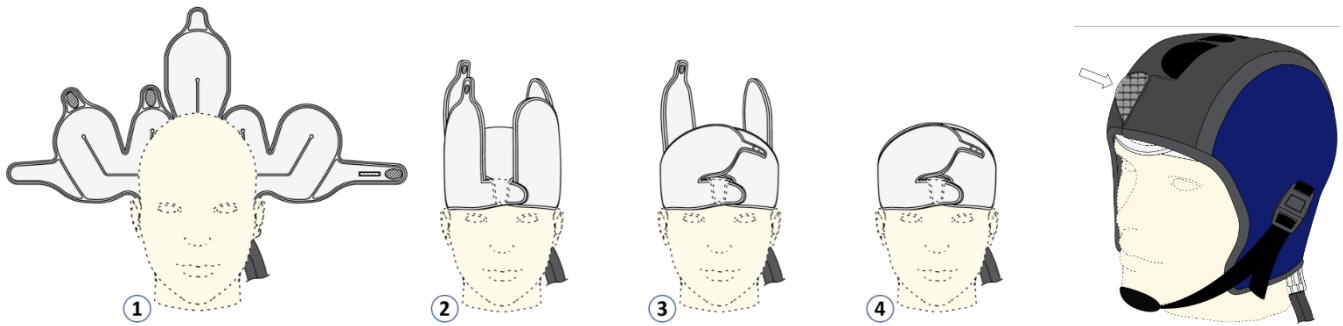

Figura 13. Ajuste la Funda de enfriamiento y el Gorro térmico.
La Funda de enfriamiento se coloca en la cabeza del paciente en 4 pasos (Figura 13) y se fija al Gorro térmico.
2. Coloque la funda alrededor de la parte trasera de la cabeza del paciente (Figura 13,1-2). El paciente tirará de las lengüetas de la frente hacia delante y ligeramente hacia arriba cerca de la sien, para encajar la funda contra el lóbulo occipital. El personal traerá la solapa central de la parte posterior de la cabeza hacia adelante y la colocará de manera que quede plana sobre la cabeza y meterá la lengüeta detrás de las lengüetas de la frente.
4. Coloque las lengüetas largas a lo largo de la parte superior de la cabeza del paciente (Figura 13,4) asegurándose de que queden lo más planas posible. Podría ser útil quitar/volver a poner las lengüetas para arreglar cualquier torcedura que ocurra con la sujeción sucesiva.
6. Coloque el Gorro térmico sobre la Funda de enfriamiento y sujete la correa para la barbilla (Figura 13).